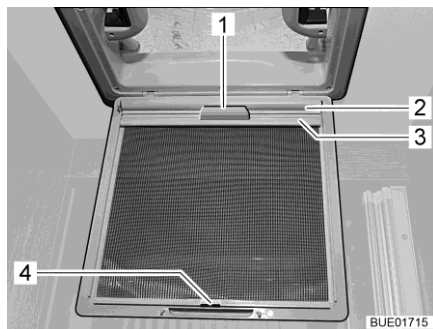

Bild 100 Mörkägningsrullgardin (taklucka)
- Drag ut mörklägningsrullgardinen (Bild 100,2) med handtaget (Bild 100,1) och haka i fästlisten (Bild 100,3) i kroken (Bild 100,4) på insektsskyddet.
- Lossa fästlisten (Bild 100,3) från kroken (Bild 100,4) och dra långsamt tillbaka mörklägningsrullgardinen (Bild 100,2) med handtaget (Bild 100,1).